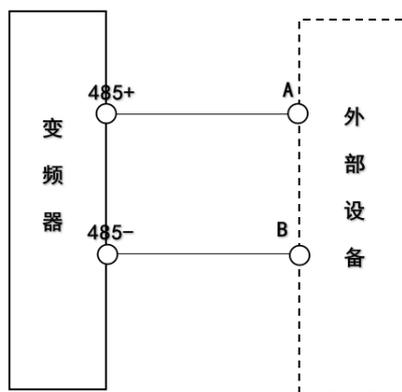

图 9 通讯控制变频器接线示意图
1、接线：使用合适的连接线，将变频器的 485+ 连接设备的 A，将变频器的 485- 接相连设备的 B，即可作 MODBUS RTU 从站，具体接线示意图如下图 9 所示：